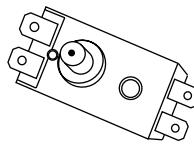

Рис. 12
- для водонагревателей серий RS1: открутить гайку крепления термовыключателя, закрепленного на фланце ТЭНа, перевернуть термовыключатель и нажать до щелчка кнопку, расположенную по центру термовыключателя рис. 12;